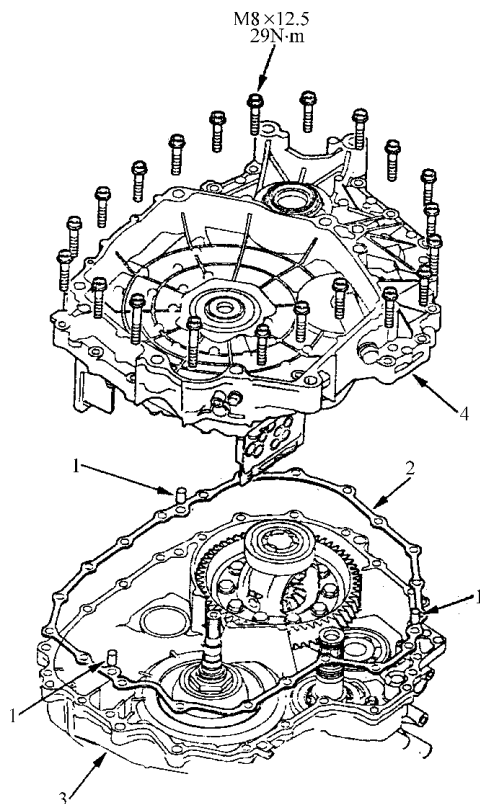

图 5-153 安装飞轮壳体
4) 如图 5-153 所示，将飞轮壳体安放在变速器壳体上。